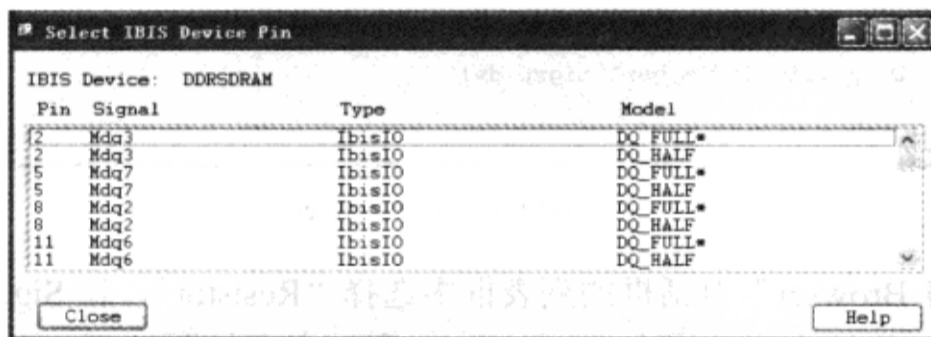

图 3-8-14 “Select IBIS Device Pin”对话框
(3) 在列表框中双击“DDRSDRAM”，打开“Select IBIS Device Pin”对话框，如图 3-8-14 所示。